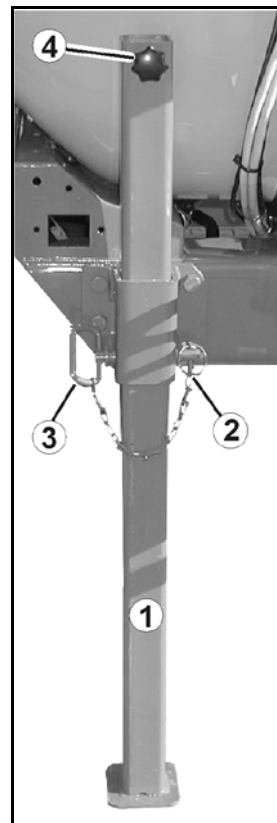

Fig. 42
Styresystemet AutoTrail, der sørger for, at trailersprøjten automatisk og næsten helt præcist følger traktorens kørespor, registrerer trækstangens vinkel (Fig. 42/1) i forhold til traktorens kørselsretning.
1. Sæt vinkelstangen (Fig. 42/2) i plastbøsningen (Fig. 42/3) stecken.
2. Sæt drejevinkelføleren (Fig. 42/4) ind i holderen (Fig. 42/5).